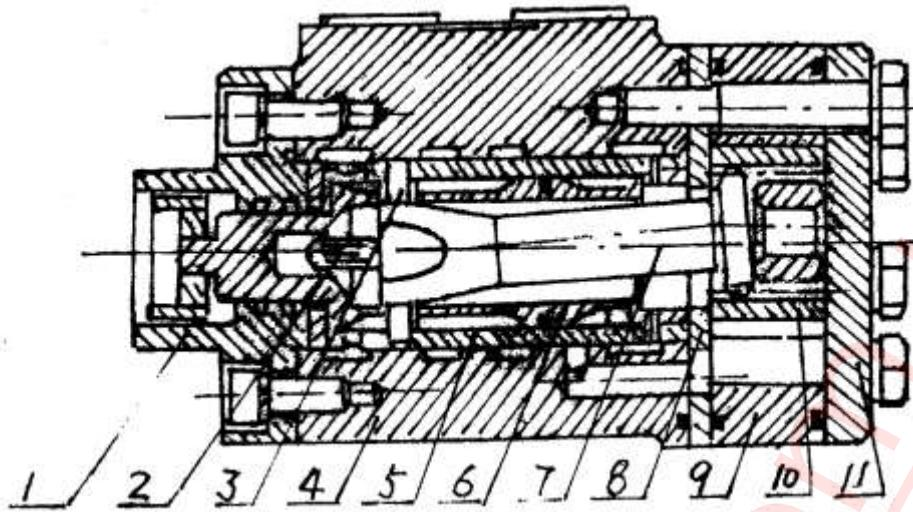

Рис.11. Схема гидравлического рулевого механизма.
а).Структура гидравлического рулевого механизма показана в Рис. 11. Ротационный клапан сервопривода, состоит из клапана (7), втулки клапана (6) и корпуса клапана (5), контролирует направление потока гидравлического масла. Статор (9) и ротор (10) составляют пару циклоидального зубчатого зацепления, которое функционирует как клапан управления потоком, который перегоняет гидравлическое масло в управляющий цилиндр, где находится в непосредственном соотношении с углом поворота рулевого колеса. Сцепление стержня (8) передает врачающий момент.